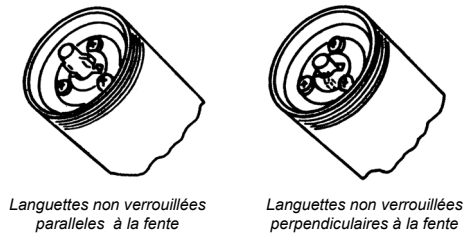

Figure 4
1) Fije la varilla del seguidor al seguidor (véase fig 4)